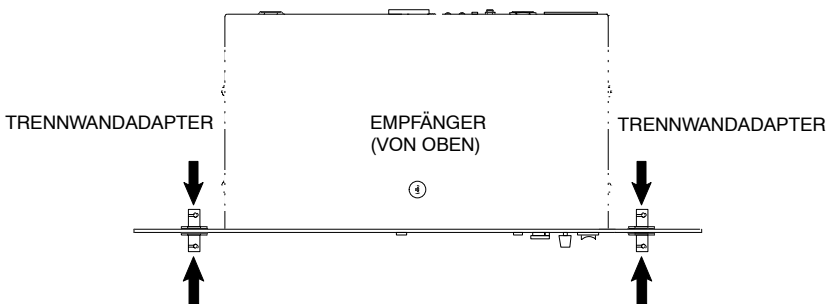

ABBILDUNG 6
1. Die zwei Trennwandadapter durch die großen Löcher an beiden Seiten der Frontplatte einstecken und sie von jeder Seite mit den mitgelieferten Zubehör sichern (Abbildung 6).